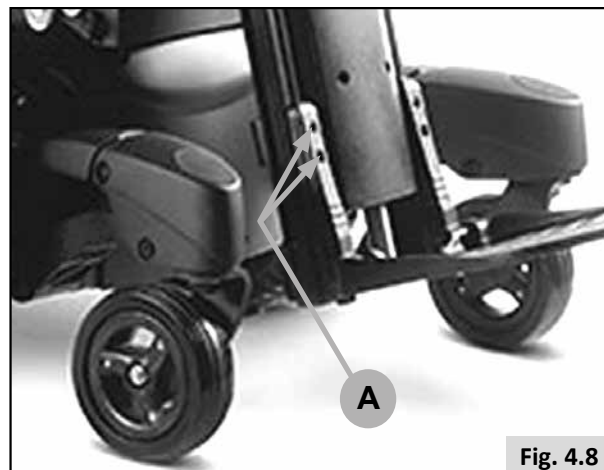

Fig. 4.8
- Afloje los dos tornillos utilizando una llave Allen de 5 mm (A-Fig. 4.8).